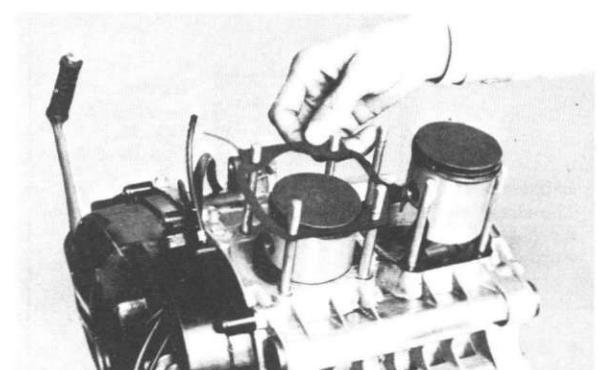

Fig. 4-3-3
- 3) Replace the cylinder base gaskets. (Fig. 4-3-3)
- 3) Lors du remontage, remplacez les joints de l'embase des cylindres. (Fig. 4-3-3)
- 3) Zylinderflanschdichtungen ersetzen. (Fig. 4-3-3)